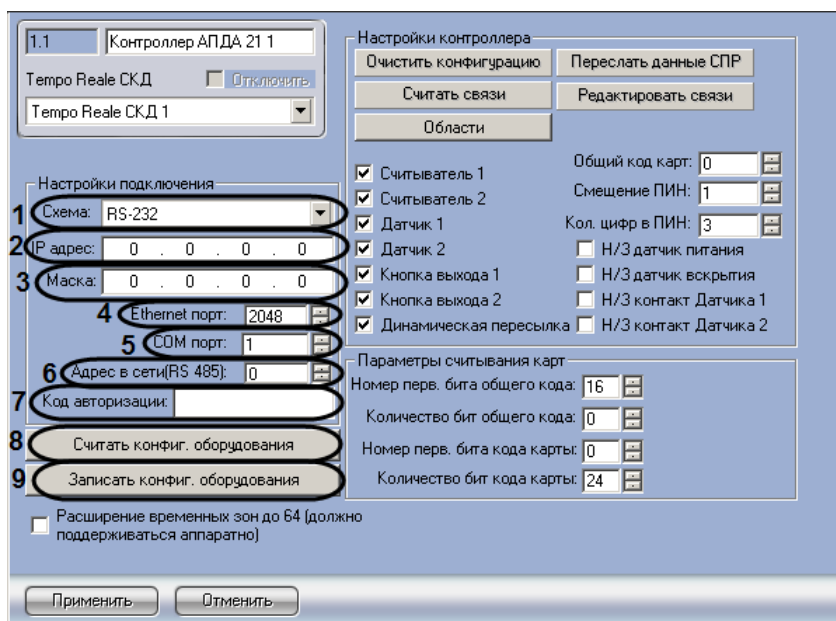

Рис. 3.3—3 Настройка подключения контроллера АПДА.21 к Серверу *Интеллект*
1. Перейти на панель настройки объекта **Контроллер АПДА 21** или **Контроллер АПДА 41** (Рис. 3.3—3).
2. Из раскрывающегося списка **Схема**: выбрать схему подключения контроллера к Серверу *Интеллект* (см. Рис. 3.3—3, 1).
3. В случае, если выбрана схема **Ethernet**, в поле **IP адрес**: ввести с помощью маски IP-адрес контроллера (см. Рис. 3.3—3, 2).
4. В случае, если выбрана схема **Ethernet**, в поле **Маска**: ввести маску подсети, в которой находится контроллер (см. Рис. 3.3—3, 3).
5. В случае, если выбрана схема **Ethernet**, в поле **Ethernet порт**: ввести Ethernet-порт подключения Сервера *Интеллект* к контроллеру (см. Рис. 3.3—3, 4).
6. В случае, если контроллер подключается к Серверу *Интеллект* по интерфейсу RS-232, в поле **COM порт** ввести номер COM-порта Сервера *Интеллект*, используемый для подключения к контроллеру (см. Рис. 3.3—3, 5).